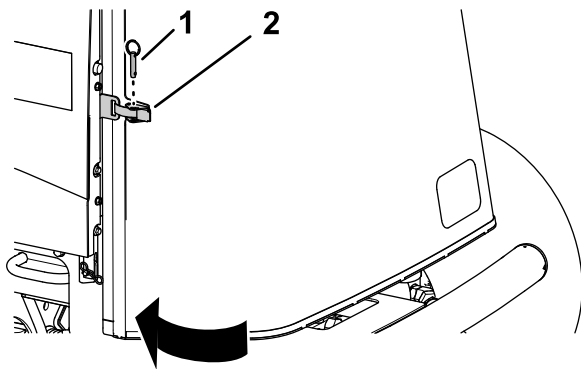

Figura 63
1. Feche e tranque o filtro (Figura 63)